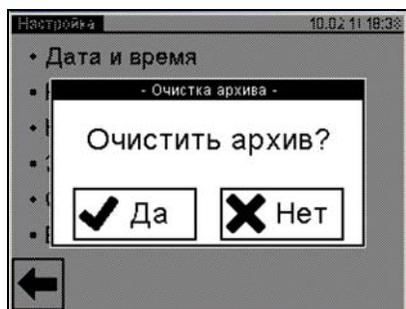

Рисунок 6.10
- 2) Перейти в окно "Очистка архива", для чего в окне "Настройка" нажать на строку "Очистить архив", на экране появится окно "Очистка архива" (рисунок 6.10)